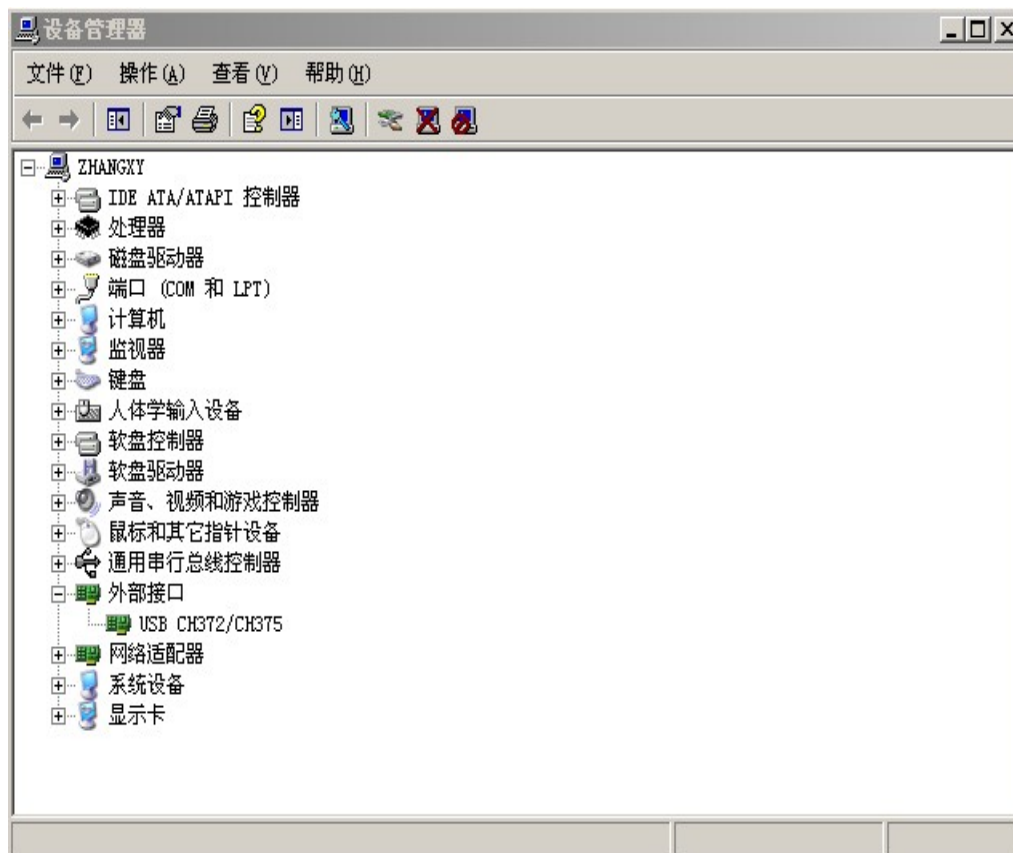

图 4-5
(4) 在图 4-5 中选择“设备管理器 (D)”，自动弹出图 4-5。
(5) 在图 4-5 中的“外部接口”中删除“示波器”后，重新进行开关数字存储示波器，选择自动更新驱动即可完成驱动更新。